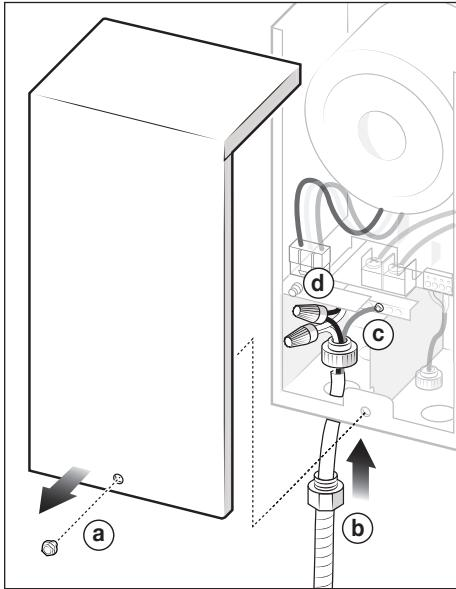

Figura 3. Conexión de cables de alto voltaje
2. Retire la tapa. La cubierta se sujetó con un tornillo; consulte la Figura 3 (a).
4. Pase un conector de conducto aceptado por el código local por el orificio preperforado del controlador de luces; consulte la Figura 3 (b).
5. Alimente 120 VCA por el conducto y el conector del conducto en el controlador de luces; consulte la *Figura 3*.
6. Conecte el cable de tierra verde a la barra de terminales de tierra en el controlador de luces; consulte la *Figura 3 (c)*.
7. Conecte los cables de línea (negro a negro) y los cables neutros (blanco a blanco) con tuercas para alambre; consulte la *Figura 3 (d)*.